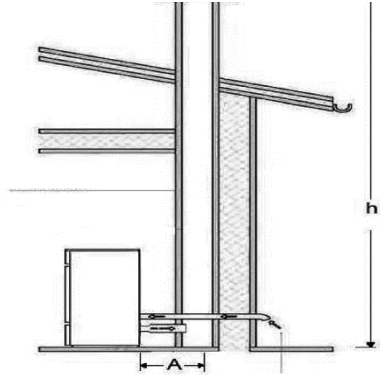

fig. 2
Se puede instalar la caldera TERMIDRO en paralelo o en serie a otro generador de calor si el circuito es abierto o cerrado. (chimenea tipo), (fig. 2).
Es también posible, a través de la conexión de un tanque de almacenamiento adecuada (7) termoboiler proporcionar agua caliente para usos diversos sanitarios y domésticos. (Fig. 2)